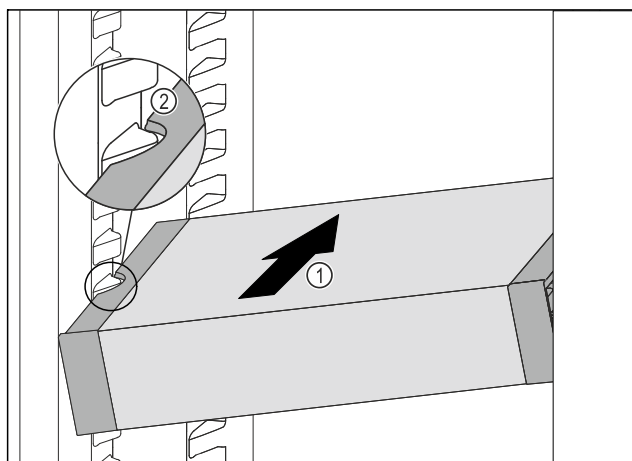

Fig. 104
- A VarioSafe fiókot ferdén tolja be a hűtőrészbe Fig. 104 (1) annyira, hogy a VarioSafe oldalsó kivágásai Fig. 104 (2) a hűtőrészben a tartóborda magasságában legyenek.